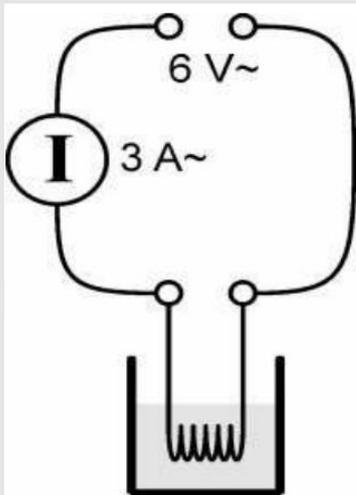

Abbildung 2
4. Schließe Heizwendel und Vielfachmessinstrument mit den Verbindungsleitungen an den Wechselspannungsausgang 6 V~ an (Netzgerät aus!), wie es in Abb. 2 dargestellt ist. Wähle den Messbereich 3 A~ aus.